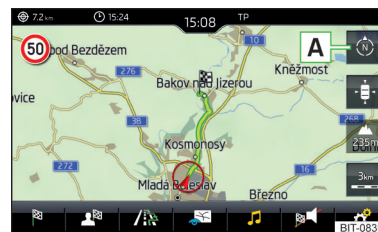

Fig. 174
► Pentru **modificarea orientării hărții** atingeți în meniul principal **Navigație** suprafața de comandă funcții **A** » fig. 174.